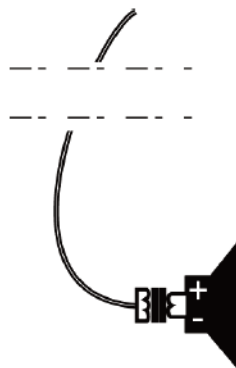

Figura 26 Diagrama esquemático de la conexión del altavoz y el cable de audio
3. Conecte el altavoz al otro extremo del cable de audio, como se muestra en la Figura 26.